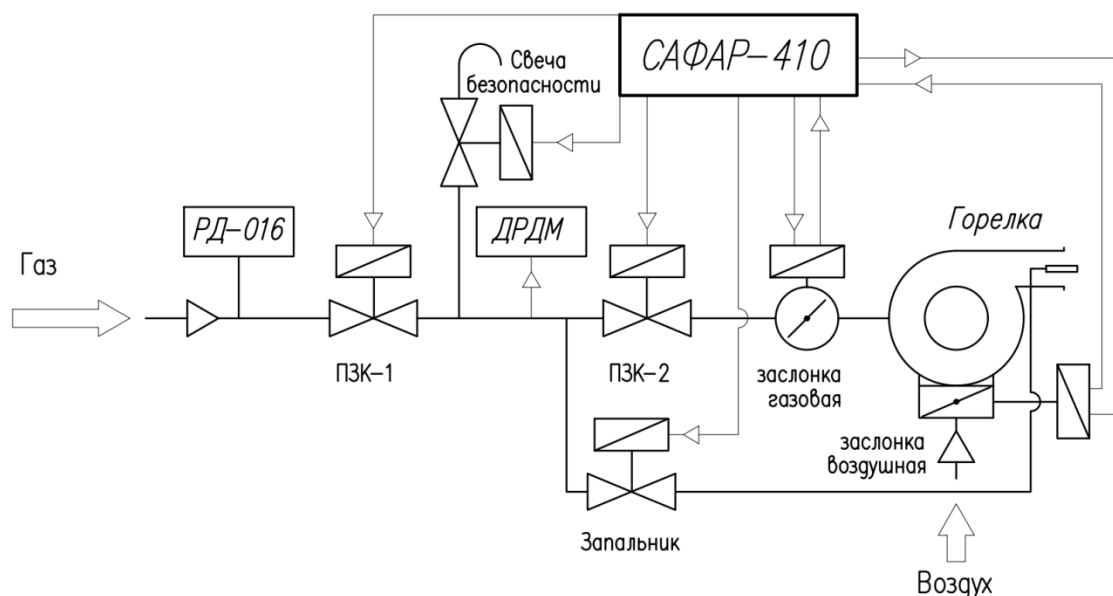

Рисунок 1.15 - Функциональная схема контроля герметичности блока клапанов с запальником и свечой безопасности.
3. Контроль герметичности. Проводится во время вентиляции. Открывается кратковременно ПЗК-2 (Рисунок 1.15) на 2,5 секунды для соединения с атмосферой – в зависимости от состояния горелки возможен сброс межклапанного объема газа через горелку в пределах допустимого по ГОСТ 34317-2017 (ЕН 1643:2014) п.7.101.2.- 0,083 % от номинального часового расхода потребляемого горелкой газа. (см. Приложение). Выдерживается время $T_{пзк1}$ (по умолчанию 30 с) , за это время контролируется состояние реле контроля герметичности ДРДМ – настроен на 50 % давления перед ПЗК-1. Если реле перейдёт за счет натекания газа через ПЗК-1 в активное состояние в виде замыкания контактов, выдаётся блокировка о негерметичности отсечного клапана ПЗК-1. Если контакты реле остались в разомкнутом положении контроль герметичности переходит на 2 этап.